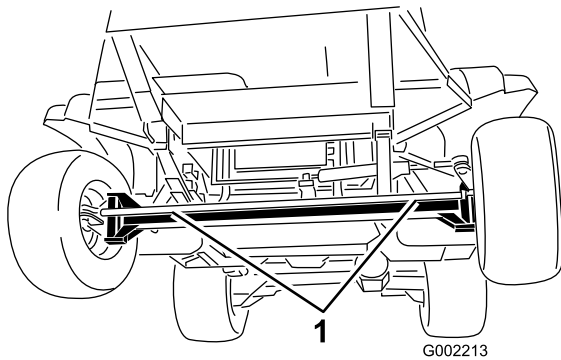
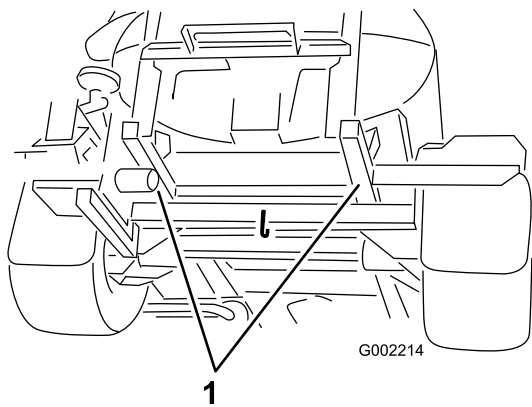

图 46
图 47
4. 将拖绳系在机架上请参照前、后拖曳点图 46 和图 47。